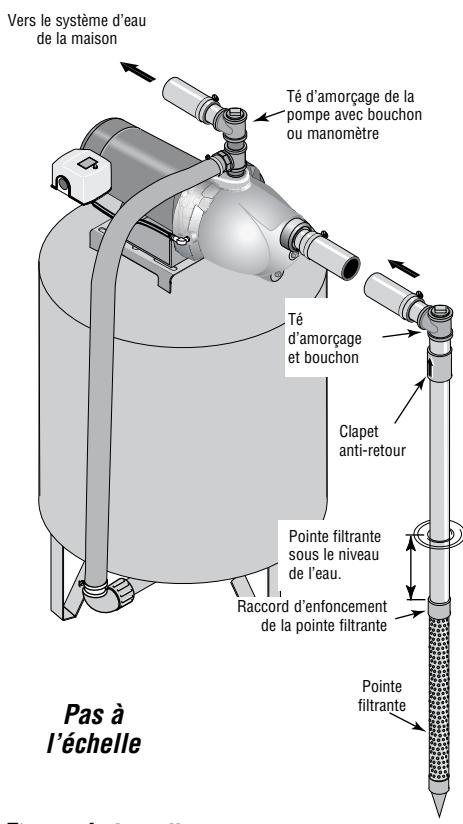

Figure 1 : Installation avec une pointe filtrante
INSTALLATION DE LA POINTE FILTRANTE (Figure 1)
- 3 ° Utiliser le moins possible de raccords (en particulier des coude) lorsque l'on branche la tuyauterie de la pointe filtrante sur l'orifice d'aspiration de la pompe. Le diamètre du tuyau d'aspiration doit être au moins aussi grand que le diamètre de l'orifice d'aspiration de la pompe (y compris le clapet anti-retour si la pompe n'en comporte pas un - voir la Figure 1). Supporter le tuyau de façon qu'il ne soit pas cintré afin qu'il n'exerce pas de contraintes sur le corps de la pompe; de plus, il doit être légèrement incliné vers le haut, du puits jusqu'à la pompe (les points hauts risquent de causer des poches et des bouchons d'air dans la pompe). Rendre étanches les raccords du tuyau d'aspiration avec du ruban d'étanchéité en PTFE pour filetage. Les raccords doivent être étanches à l'air et à l'eau. *Si le tuyau d'aspiration aspire de l'air, la pompe ne pompera pas l'eau du puits.* Si une pointe filtrante ne fournit pas suffisamment d'eau, considérer brancher deux ou trois pointes filtrantes sur un même tuyau d'aspiration.